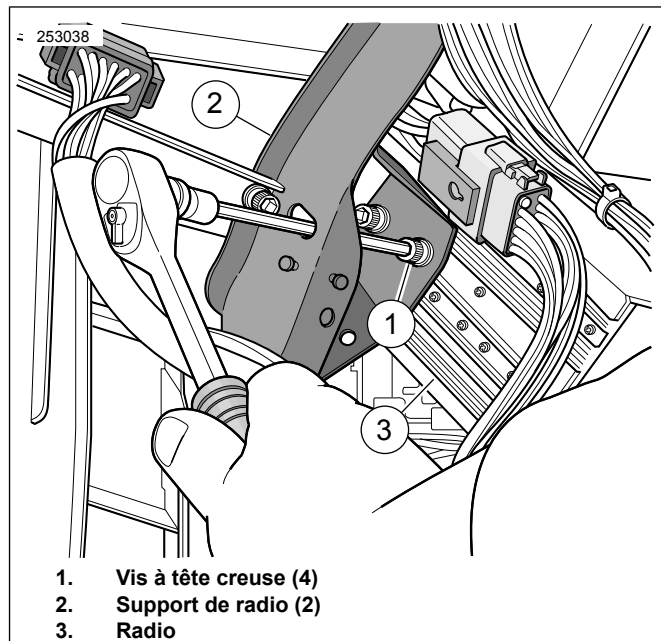

Figure 2. Installation de la radio AM/FM; côté droit (frein) illustré
3. Voir Figure 2. Retirer les quatre vis à tête creuse (1) pour détacher la radio des attaches de support de radio (2) de gauche et de droite. Utiliser les trous oblongs des supports pour accéder aux vis et soutenir la radio à mesure que les vis sont retirées.